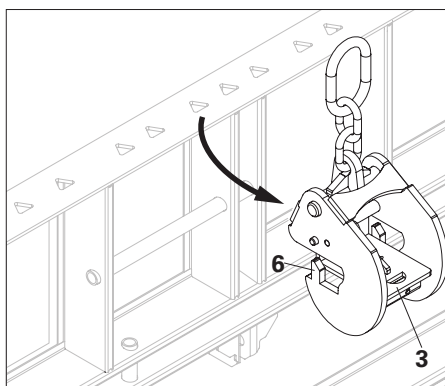

Fig. 9
1. Spingere verso l'alto la piastra di bloccaggio a molla (3) e rimuovere il gancio di blocco (6) dalle fessure triangolari del telaio. (Fig. 9)